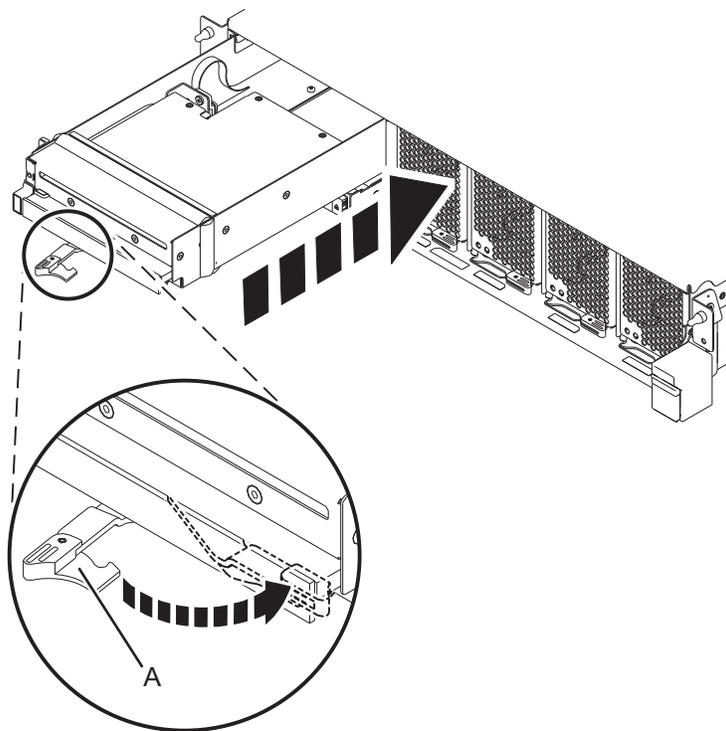

図 3. 9080-MHE、9080-MME、9119-MHE、または 9119-MME システム制御装置へのスリムライン・メディア・デバイスの取り付け
- a. スリムライン・メディア・デバイスのハンドル (A) が 図 3 に示すように回転して、開いていることを確認します。
- c. 装置をシステムに入れ、ハンドル (A) を、示されている方向に回転させて、ラッチを所定の位置にロックします。